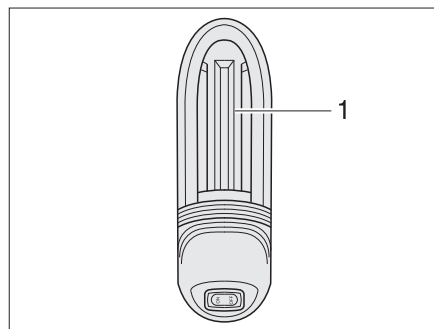

Bild 281 Garagebelysning
- Skjut lampans skydd (Bild 281,1) uppåt och ta av det.